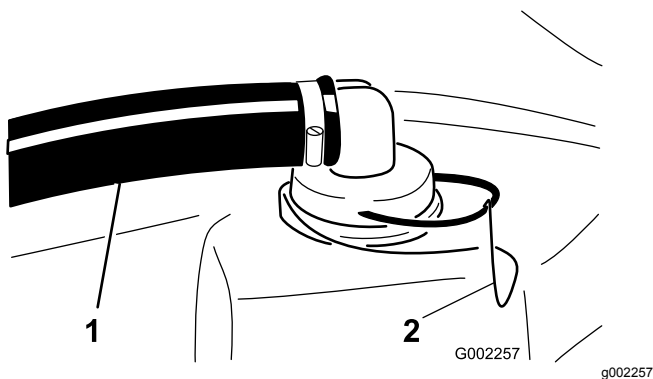

Figure 67
2. Retirez la fixation du raccord rouge monté sur le gros flexible en haut de la cuve (Figure 67).
3. Débranchez le flexible de la cuve (Figure 67).